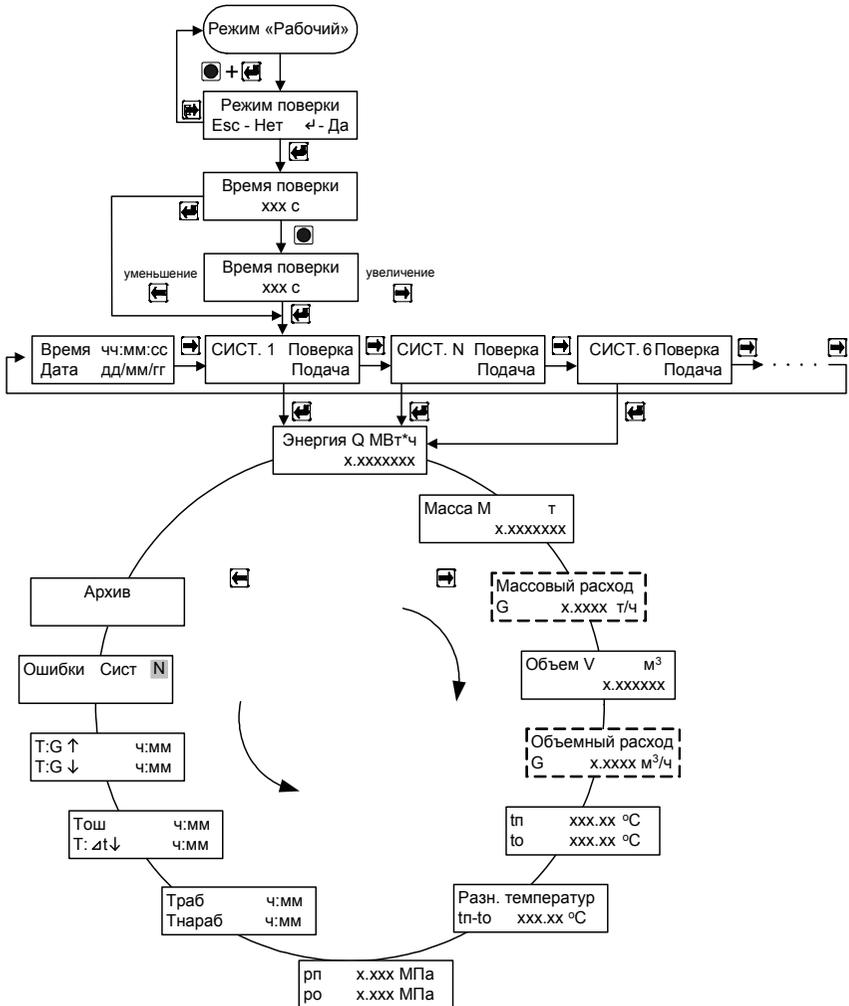

Рис. 7.3
7.4.1 Для входа в режим работы теплосчетчика «Поверка» необходимо, находясь в любом меню режима «Рабочий», **одновременно** нажать кнопки «служебная» и «вход». Для выхода из режима поверки необходимо, находясь в любом меню режима «Поверка», **одновременно** нажать кнопки «служебная» и «выход». Порядок перехода между окнами режима «Поверка» изображен на рис. 7.3.
**ВНИМАНИЕ !** При входе в меню (см. рис. 7.3):